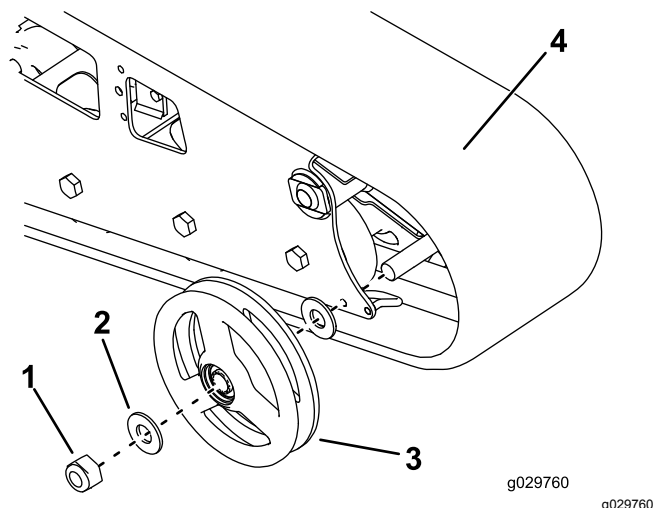

Figure 60
7. Retirez l'écrou de fixation de la roue avant extérieure et déposez la roue (Figure 60).
8. Déposez la chenille (Figure 60).
9. Retirez les 2 grandes rondelles des roues extérieures (1 de chaque côté de chaque roue) (Figure 60).
12. Posez la chenille neuve (Figure 60).
13. Posez la roue avant extérieure et fixez-la avec l'écrou retiré précédemment (Figure 60).